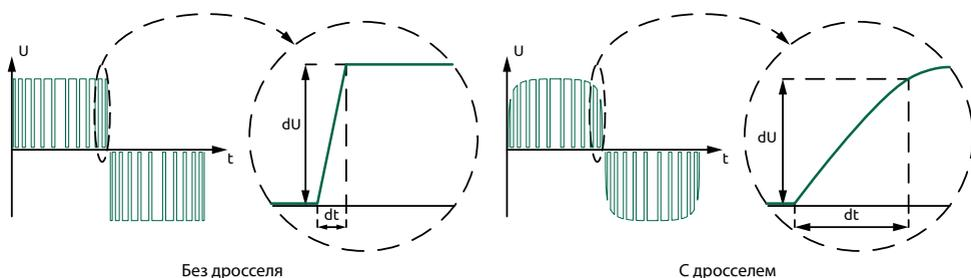

Рисунок 26 - Кривые напряжения на входе и выходе моторного дросселя
- ограничение крутизны нарастания напряжения  $du/dt$  (см. рисунок 26) и, как следствие, уменьшение амплитуды перенапряжений на клеммах двигателя;